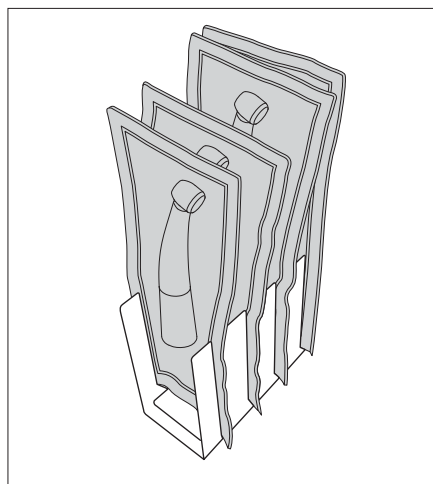

図 10
- 1) 滅菌パックにて包装された被滅菌物を仕切りスタンドに挿し込みます。(図 10)